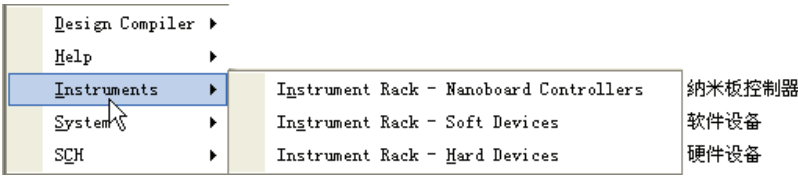

图 5-10 仪器架面板标签包含的面板
(3) 仪器架面板标签 **Instruments** 中共有 3 个面板，如图 5-10 所示。这 3 个面板主要是针对系统外挂开发设备的。